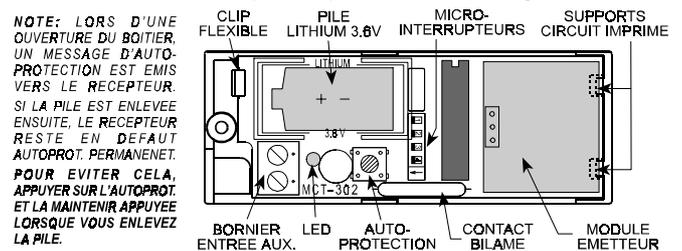

Figure 1. MCT-302 avec le capot enlevé
C. Faire une pression sur le clip de maintien du circuit imprimé et enlever ce dernier (voir figure 1 et 5).